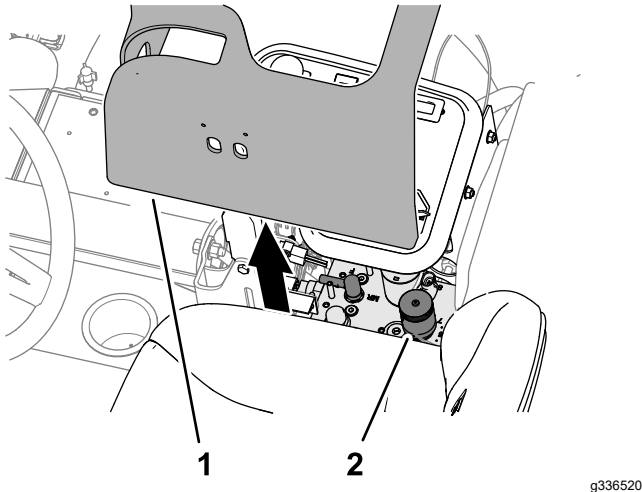

Figura 38
2. Sollevate la protezione dal braccio di comando (Figura 38).